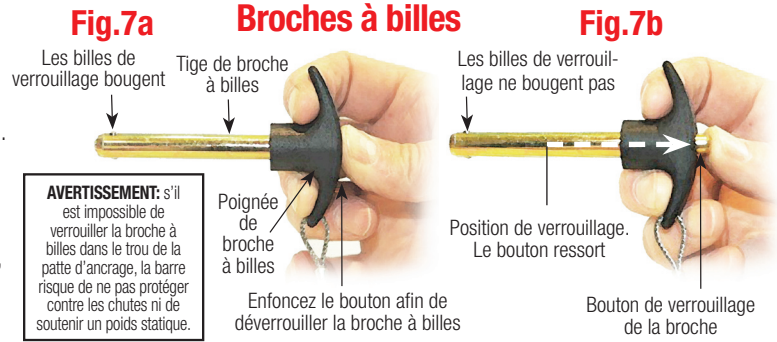

Fig.7a
- 1) Les pattes sont conçues de façon à ce que le côté gauche de la patte A et le centre de la patte B soient fixés sur le côté supérieur de la membrure supérieure 2x4 (voir Fig.6). Le côté droit de la patte C se fixe sur le côté de la membrure supérieure afin de permettre à la ferme de toit d'être mise en place. À l'aide de broches à billes, fixez solidement les pattes de la barre. Tout en enfonçant le bouton de verrouillage (voir Fig.7a, page 2), insérez la broche à billes dans le trou prévu à cet effet (voir Fig.8), puis relâchez le bouton de verrouillage. Tirez sur la poignée de la broche afin de vous assurer que la broche est verrouillée et ne peut être retirée. Avant chaque utilisation, suivez les directives concernant l'inspection et l'essai du système de verrouillage mentionnées à la page 2.
1) Enfoncez le bouton de verrouillage, puis relâchez-le (voir Fig.7a). Le bouton de verrouillage devrait revenir rapidement à la position « verrouillage » (voir Fig.7b). Appuyez sur chaque bille. Elles ne devraient pas bouger. Enfoncez le bouton de verrouillage et insérez la broche dans le trou de la patte (voir Fig.7c), puis relâchez le bouton de verrouillage. Essayez de tirer sur la broche à billes lorsque le bouton est en position « verrouillage » (voir Fig.7d). La broche NE DEVRAIT PAS sortir. S'il est possible de sortir la broche sans enfoncer le bouton de verrouillage, retirez-la de la barre et vérifiez les éléments suivants afin d'en déterminer la cause.